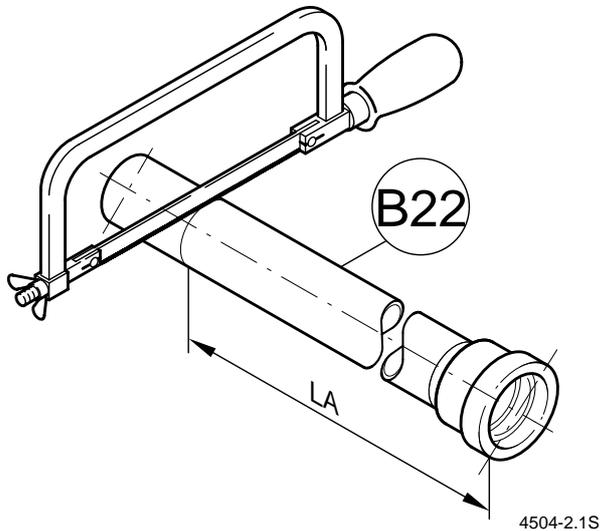
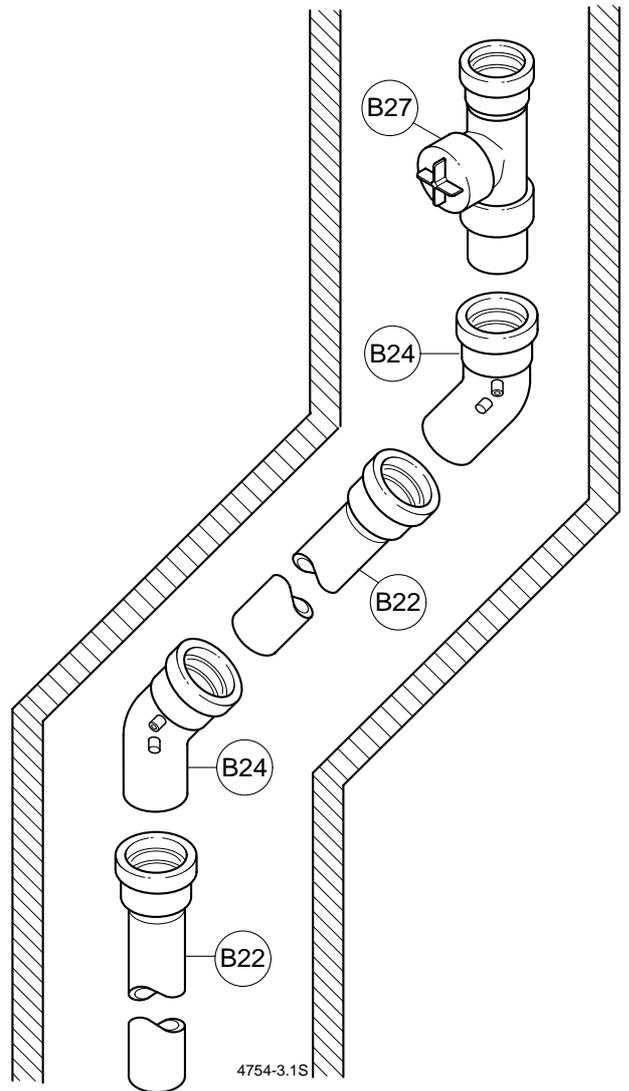
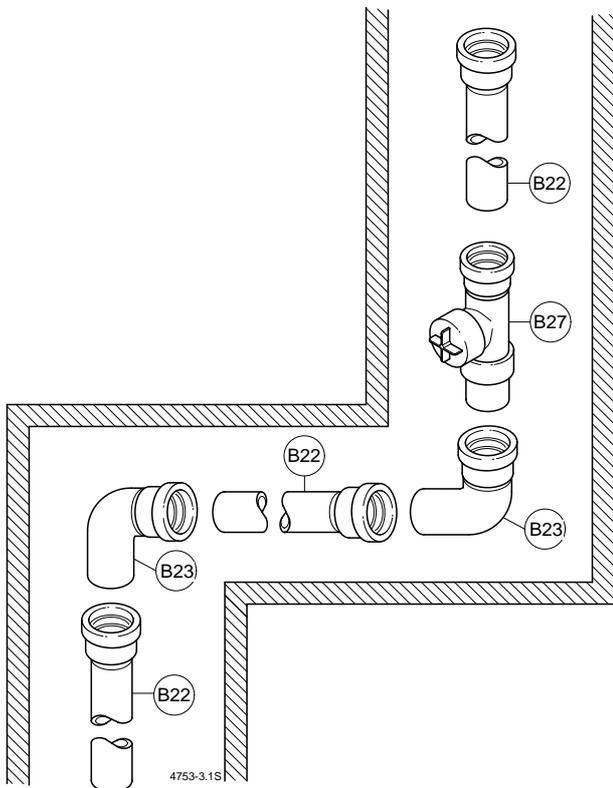
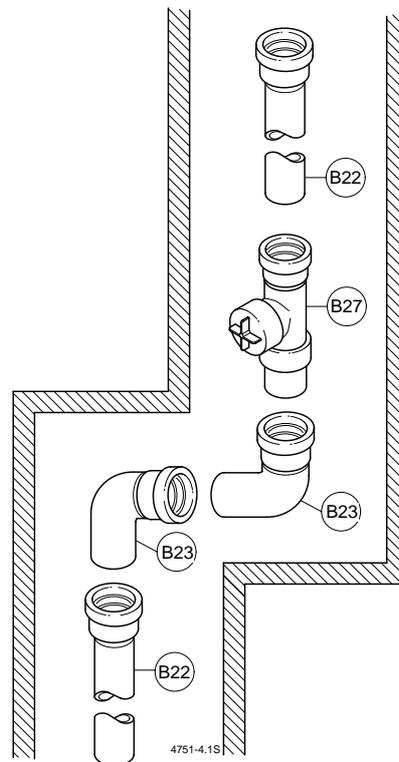

Bild 2
Bild 3
Bild 4
Bild 5
- Rohrverlängerung (B22) rechtwinklig auf das Maß „ L_A “ ablängen (Bild 2).
Legende zu Bild 2 und Bild 3:
Legende Bild 4 und Bild 5:
Bei den Montagezeichnungen in Bild 3 bis Bild 5 wurde aus Gründen der Übersichtlichkeit auf die Abstandshalter verzichtet.